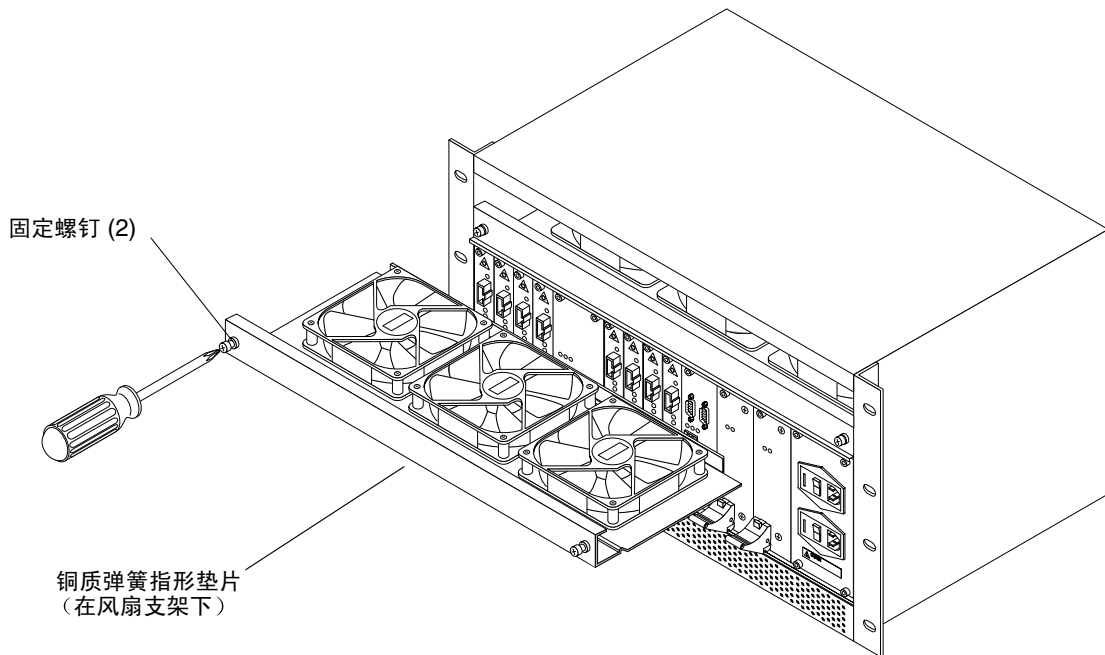

图 4-5 替换风扇支架
2. 拧松风扇支架两侧的固定螺钉（图 4-5）。
2. 确保支架的两侧均与导轨插槽啮合，然后将风扇支架推入插槽中（图 4-5）。
3. 拧紧固定螺钉（图 4-5）。